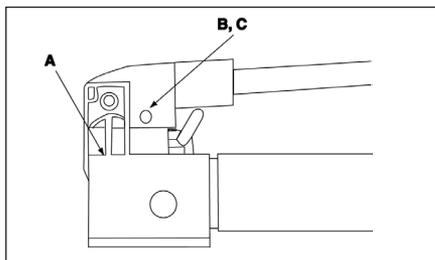

図10
ポンプの寿命を延ばし、性能を高めるため、ビームピン (A)、クロスピン (B)、ピストンヘッド (C) を定期的ローラーベアリンググリースで潤滑してください。図10を参照してください。